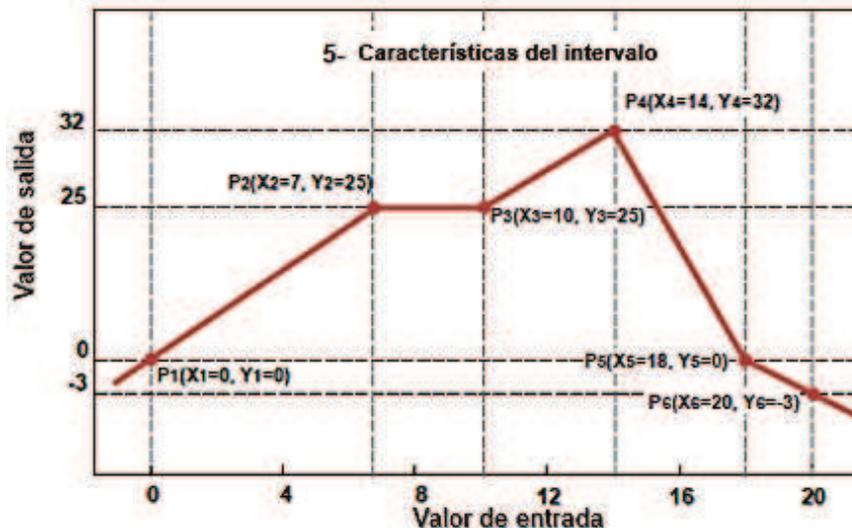

Fig. 7.40. Ejemplo de característica del usuario
- d) **usuario char.** - Se define como un conjunto de puntos X-Y. El número de puntos es variable y se puede establecer de 2 a 20 puntos que crean segmentos lineales (ver **Fig. 7.40**).
donde "**inclinación**" y "**compensación**" son los coeficientes de un segmento contenido entre dos puntos (ver **Fig. 7.40**), y **n = 1, 2 ..** es el número del segmento.
Los pasos para crear una característica de usuario que consta de 6 puntos (como en la Fig. 7.40):